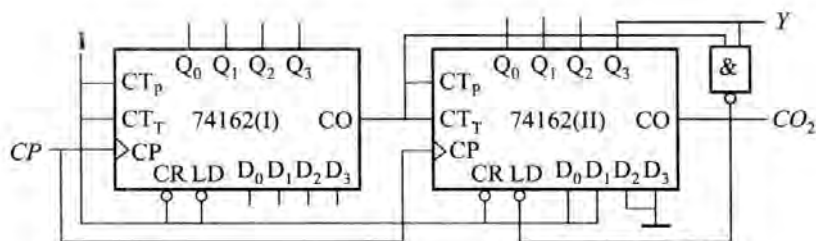

图 5.3.15 例 5.9 图
【例 5.9】 同步十进制加法器 74162 构成的电路如图 5.3.15 所示,要求
(1) 由电路结构看,电路为同步计数链,但仅由 Y (即高位片 Q_3) 输出,故为分频功能。又低位片无反馈控制,高位片仅自身实现反馈控制,应分别分析。
① 对低位片,无反馈控制,故其实现十进制计数,即 $N_1 = 10$
② 对高位片,因 $\overline{LD_2} = \overline{Q_3 CO_1}$,读连线得 $S_{2(n-1)} = 1000$,又 $S_{20} = D_3 D_2 D_1 D_0 = 0011$,根据 $S_{n-1} = S_0 + [N-1]_B$ 得 $N_2 = [(S_{2(n-1)} + 1) - S_{20}]_B = [(1000 + 1) - 0011]_B = 6$,所以, $N = N_1 \times N_2 = 10 \times 6 = 60$,即电路完成 60 分频功能。
(2) 输出脉宽 t_{wY} 即输出 Y 的高电平持续时间。由图 5.3.15 中可见,当 Y 为 1 后,再来 10 个 CP 脉冲, $CO_1 = 1, \overline{LD_2} = 0$,预置信号有效,再来一个 CP 脉冲,高位片置入状态 $S_{20} = 0011$,此时, Y 才变为 0。由此可知, Y 为 1 持续时间 $t_{wY} = 10T_{CP}$ 。
(3) CO_2 无脉冲输出。因其进位输出方程为 $CO = CT_T Q_3 Q_0$,当其计到 1001 且 $CT_T = 1$ 时, CO 才会有脉冲输出。但由于电路计到 1000 时, $\overline{LD_2} = 0$,下一脉冲到来时,高位片装入 S_{20} 态,跳过 1001 态,因此 CO_2 无脉冲输出。